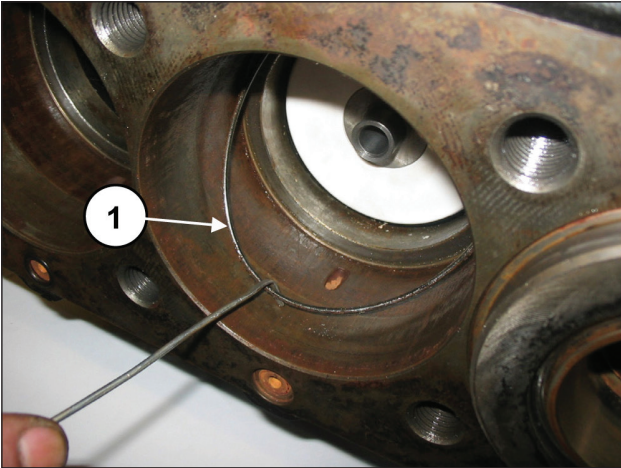

Fig. 160
Déposer le joint torique du fond du support des joints au cas où il serait resté à l'intérieur du carter de pompe (rep. ①, Fig. 160).